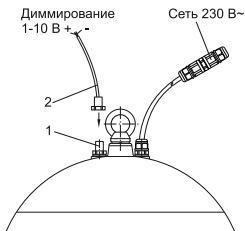

Рисунок 4
– пропустить сетевой кабель (1) через гайку резьбовой муфты (2), корпус резьбовой муфты (3) и сальник (5);
– присоединить подготовленные концы сетевого кабеля (1) к контактным зажимам клеммной колодки (4), согласно маркировке:
1) зажим (L) – подключение фазы (коричневый провод);
2) зажим (N) – подключение нейтрали (синий провод);
5.6 Светильник возможно диммировать по протоколу 1–10 В. Для доступа к контактам управления светильником необходимо открутить заглушку 1 (рисунок 4). Подключить шнур управления 2, идущий в комплекте, к контактам управления светильником. Подготовленные концы шнура управления подключить к диммеру (в комплекте не поставляется) в соответствии с его инструкцией.